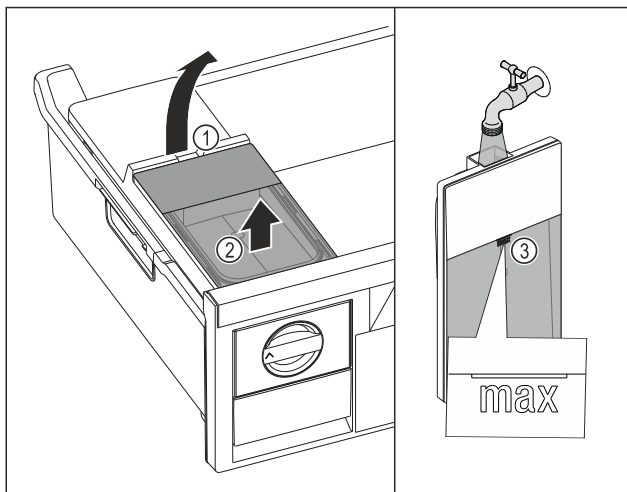

Fig. 110
- ▶ Поднимите бак для воды за выемку Fig. 110 (1).
- ▶ Извлеките бак для воды движением вверх. Fig. 110 (2)
- ▶ Наполните бак для воды питьевой водой до отметки Fig. 110 (3).